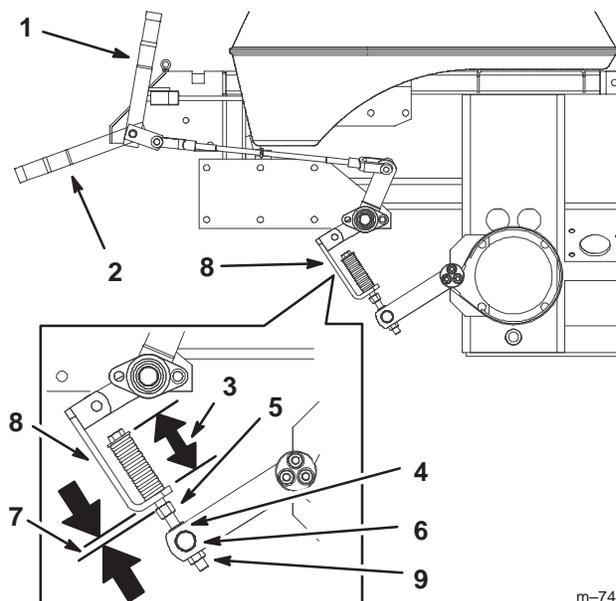

Figure 81
2. Mesurez la longueur du ressort. Les rondelles doivent être distantes de 70 mm (2-3/4 pouces) (Fig. 81).
3. Si un réglage est requis, desserrez l'écrou de blocage situé sous le ressort et serrez l'écrou directement au-dessus de la chape (Fig. 81). Vissez l'écrou jusqu'à ce que le ressort ait la longueur voulue. Serrez les deux écrous ensemble et répétez la procédure de l'autre côté de la machine.
6. Mesurez la distance entre le support de ressort et l'écrou de réglage sous le support. Elle doit être comprise entre 5 et 8 mm (1/4 et 5/16 pouce) (Fig. 81).
7. Si un réglage est requis, desserrez l'écrou de blocage situé juste au-dessus du roulement de tourillon. Tournez le contre-écrou sous le roulement de tourillon jusqu'à obtention de l'écart voulu (Fig. 81).
8. Serrez l'écrou de blocage juste au-dessus du roulement (Fig. 81).